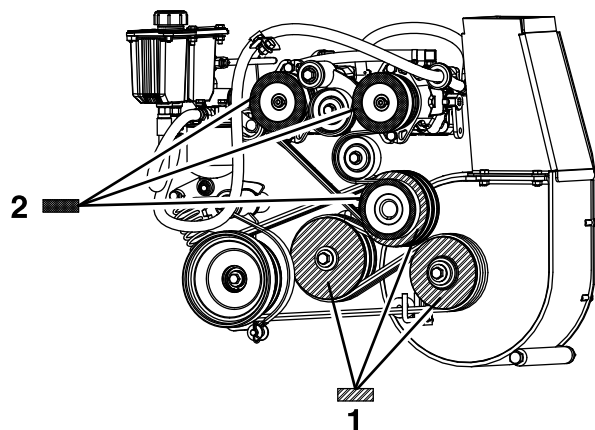

Figura 56
8. Midiendo desde la polea del soplador como punto de partida, mueva el motor y el eje secundario hasta que las superficies traseras de las tres poleas queden alineadas con una tolerancia de 0,8–1,6 mm (1/32" a 1/16") (Figura 56).
4. Usando una regla, alinee cada polea de la bomba con la polea del motor deslizándola por el eje de la bomba (Figura 56).